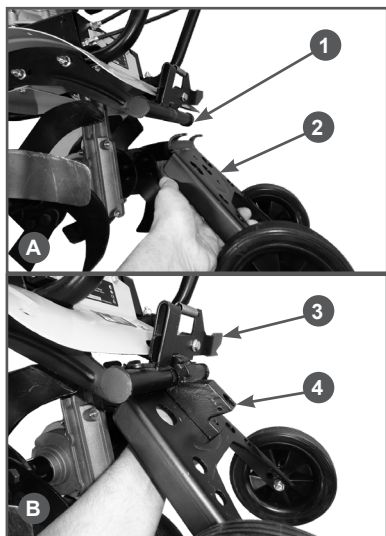

Рис. 5 Установка транспортировочной тележки
4. Установите на задний кронштейн рамы мотокультиватора транспортировочную тележку с колесами. Зацепите за кронштейн 1 рамы транспортировочную тележку 2 (Рис. 5А). Приложите к тележке кронштейн 4 сошника (Рис. 5В), совместите отверстия в тележке и кронштейне, вставьте в отверстия два болта крепления и закрутите их до упора.
В кронштейне сошника предусмотрены три паза для установки транспортировочной тележки в три положения – транспортировка, стоянка и культивация. При установке кронштейна сошника и транспортировочной тележки на задний кронштейн рамы мотокультиватора необходимо нажать на рычаг 3 фиксатора транспортировочной тележки (Рис. 5) и завести кронштейн сошника под фиксатор транспортировочной тележки. В противном случае фиксатор транспортировочной тележки будет мешать установке.